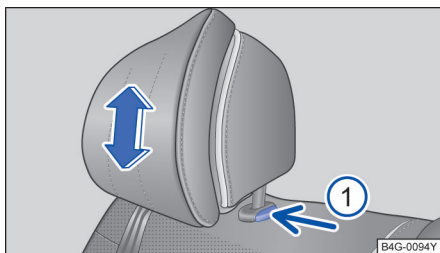

图 86 调整后排头枕
- 向上推或按下按钮→图 86①，同时沿箭头方向下压头枕即可将头枕调整至合适高度→▲。